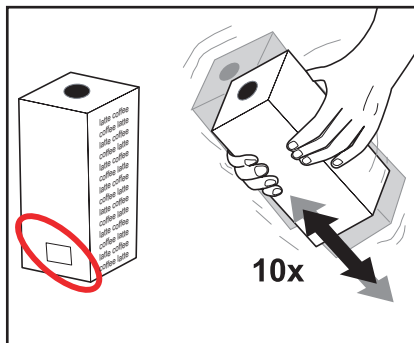

图 2
- 请注意包装上印刷的保质期。(图 2)
2. 在产品袋放入机器之前请将其至少摇动十次。(图 2)